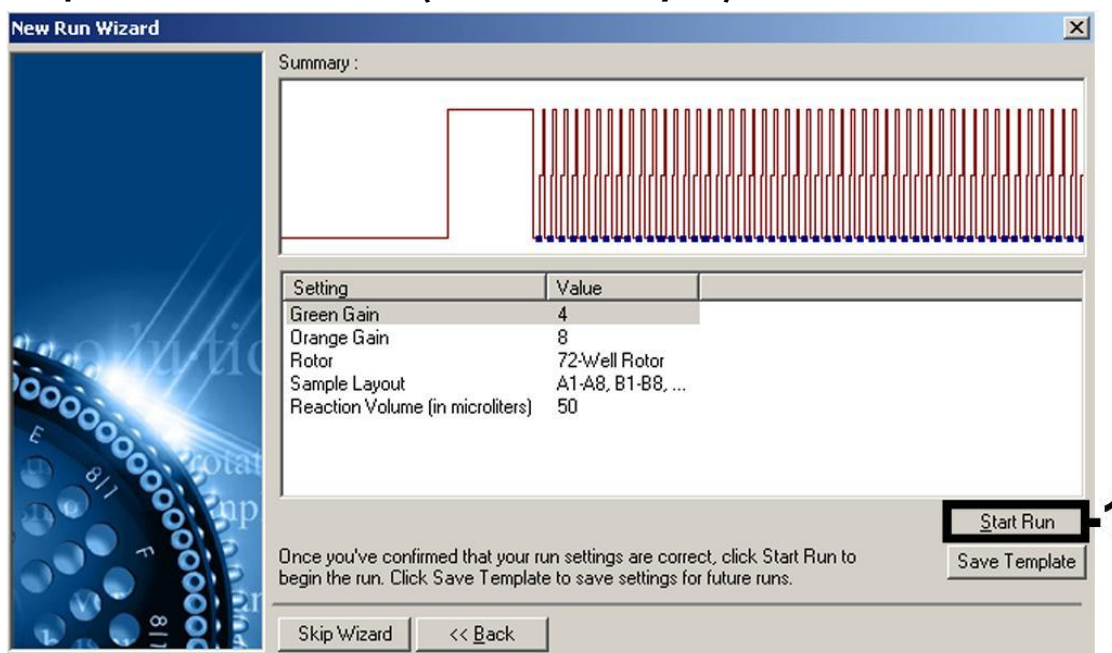

Figure 12 Démarrage du cycle. Il convient de noter que sur le Rotor-Gene 3000, le logiciel définit les marqueurs de fluorescence comme « FAM/Sybr » et « ROX ».
Démarrage du cycle	Figure 12
- 10. Les valeurs de gain déterminées par la calibration des canaux sont automatiquement enregistrées et répertoriées dans la dernière fenêtre de menu de la procédure de programmation (figure 12). Cliquer sur « Start Run » (Démarrer le cycle).**